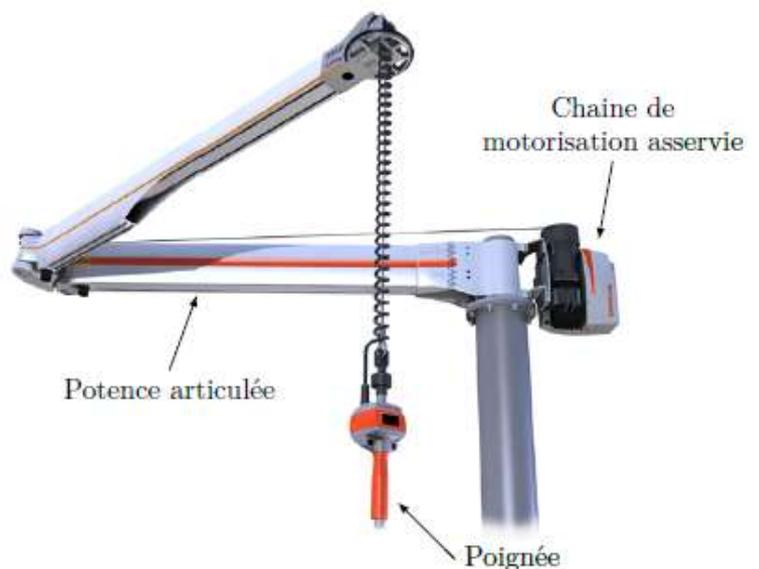

Figure 1 : illustrations du bras manipulateur collaboratif SAPELEM et d'un environnement de manutention
- Q3.** Identifier le composant « Palonnier » sur les illustrations de la figure 1. Le décrire.